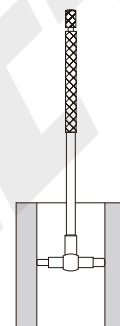
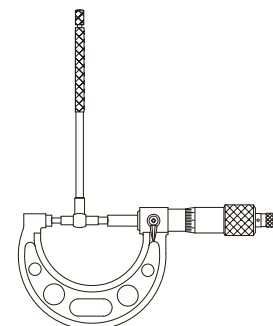

Fig.1
Fig.2
---Selezionare il calibro telescopico della misura appropriata, ruotare la vite di bloccaggio in senso antiorario, premere la sonda per far rientrare il tee e quindi ruotare la vite di bloccaggio in senso orario, inserire il calibro telescopico nel foro o nella fessura da misurare (Fig.1), ruotare la vite di bloccaggio in senso antiorario, la sonda telescopica tocca la parete del foro o della fessura e quindi ruotare la vite di bloccaggio in senso orario, rimuovere il calibro e quindi utilizzare un calibro o un micrometro per misurare le dimensioni tra le superfici di misurazione di due sonde telescopiche (Fig.2), ovvero il foro. Diametro interno o larghezza del foro